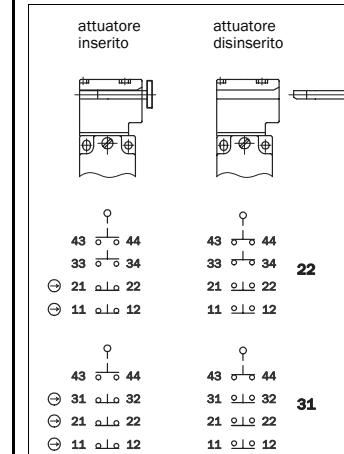

Fig. 3: elementi e funzioni di comando per varianti con ingresso cavo M20
- Per il collegamento dei contatti vedere Fig. 3.